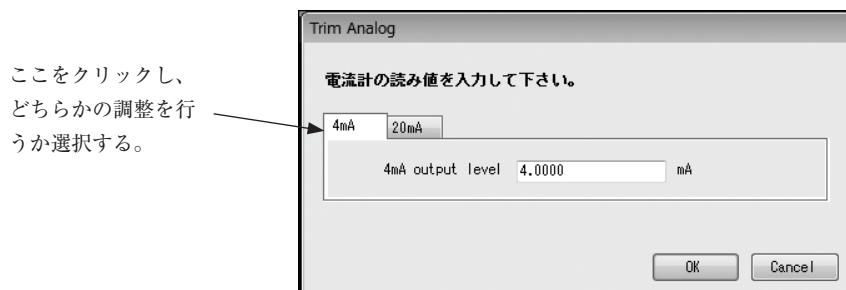

図3-71
- ④ 図3-69 のウィンドウにて「4mA-20mA」を選択し「OK」ボタンをクリックした場合、図3-71のようなウィンドウが現れますので、4mA、20mA のどちらの調整を行うか選択します。ここでは4mA の調整を行い、続いて20mA の調整を行う順番で説明します。
- ⑤ 20mA の調整を行うには、図3-71 のウィンドウにて20mA 側をクリックし、4mA の調整と同様に、接続した電流計の指示が20mA になるように調整を行ってください。